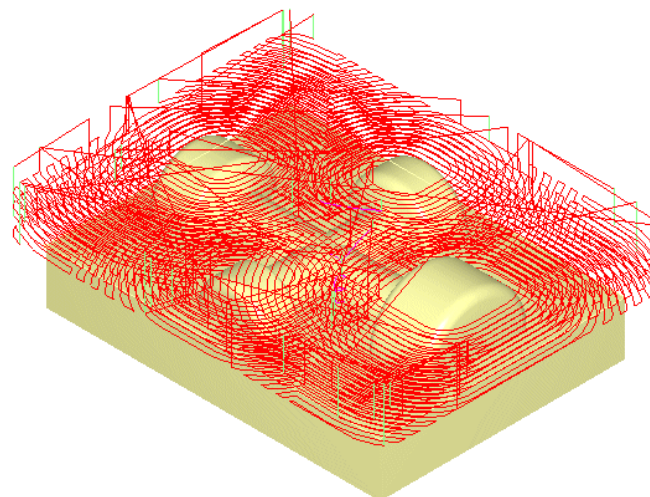

Figura 16. Traiectoria sculei la frezarea de degroșare
9. Executând click pe butonul **Generate**, existent în partea inferioară a ferestrei, aceasta se va închide și, după o perioadă necesară realizării calculului, pe ecran va fi afișată traiectoria sculei la frezarea de degroșare (figura 16.).